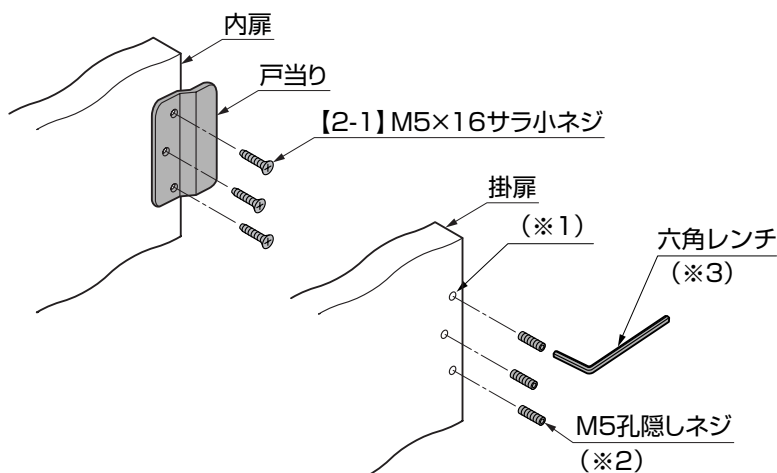

図3-1 外開き孔隠しネジの付替え
- 外開きの場合は、受扉に付いている孔隠しネジ(※2)を外して、戸当りを受扉に取付けてください。外した孔隠しネジは掛扉の戸当り取付け孔(※1)に取付けてください。(図3-1参照)